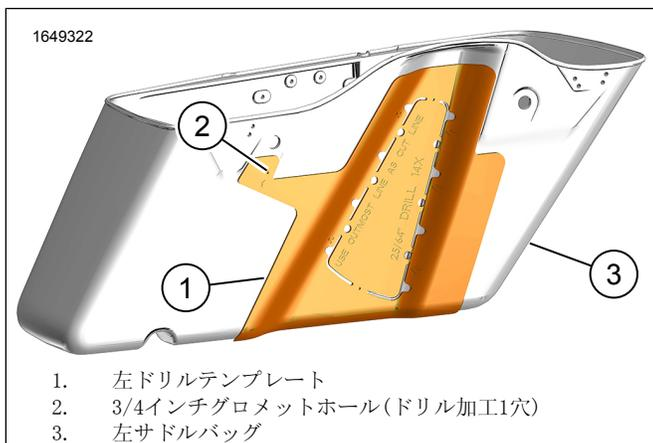

図20. 左サドルバッグドリルテンプレート
1. 図20を参照してください。右サドルバッグから手順1~8を繰り返します。